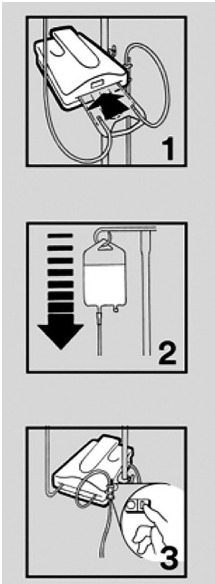

Abbildung 4
- 2. Die Spülkassette in den Einschub der Erwärmungseinheit schieben. Die Kassette passt nur in einer Richtung in das Gerät (siehe Abbildung 4, Nr. 1).
- 3. Das Erwärmungsset befüllen. Weitere Informationen zum Vorbereiten des Sets finden Sie in den Anweisungen, die im Lieferumfang des Erwärmungssets enthalten sind (siehe Abbildung 4, Nr. 2).
- 4. Das Netzkabel in eine geeignete Steckdose stecken. Einheit einschalten (siehe Abbildung 4, Nr. 3). Nach wenigen Sekunden leuchtet das alphanumerische Display auf. Es dauert weniger als 2 Minuten, bis der Temperatur-Einstellpunkt von 41 °C erreicht wird.